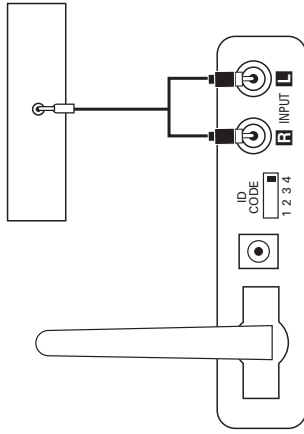

Figura 5.
Punto 1. Collegare il cavo RCA – mini jack 1/8" (incluso) all'uscita preamplificata, di linea o della cuffia del riproduttore audio portatile e agli ingressi sul modulo trasmettitore ④, come mostrato nella Figura 5.